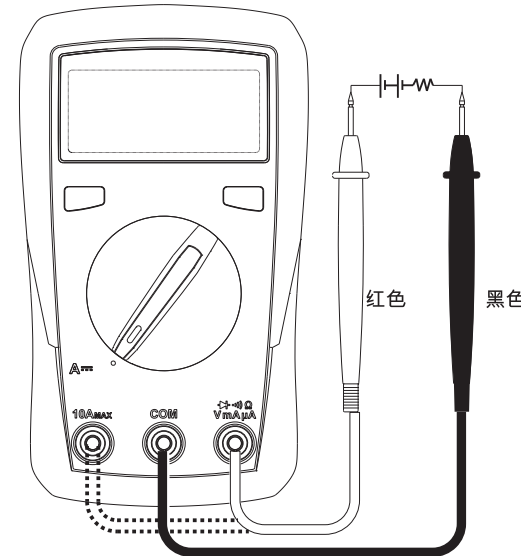

图3
6. 直流电流测量(见图3)
7. 交流电流测量(仅适用UT33A+, 见图3)